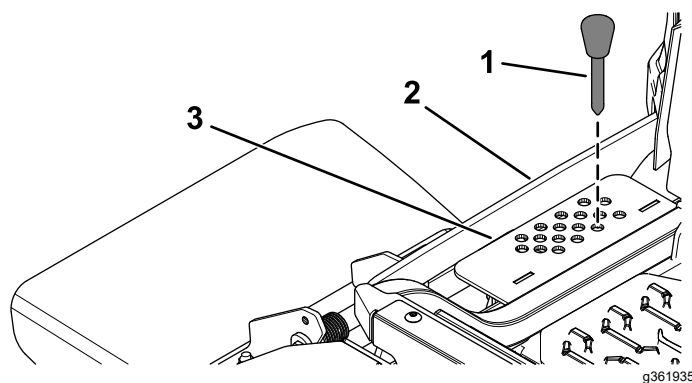

Figura 31
2. Selectai un orificiu din consola pentru înălțimea de tăiere care corespunde înălțimii de tăiere dorite i introduceți tiftul (Figura 31).
3. Apăsai în jos comutatorul pentru ridicarea punii până când conexiunea înălțimii de tăiere intră în contact uor cu tiftul înălțimii de tăiere (Figura 31).